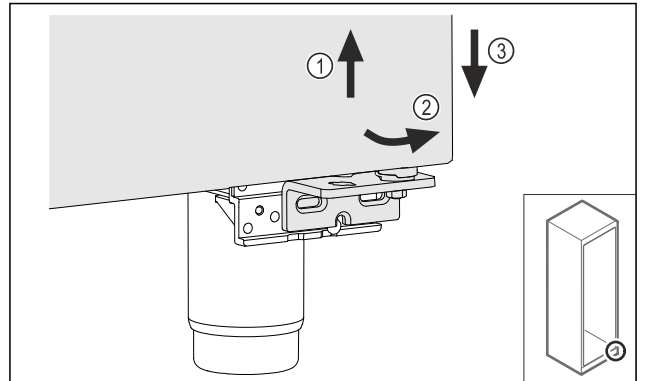

Fig. 20
- ▶ Ngrini derën paksa lart Fig. 20 (1), tërhiqeni nga përpara në pjesën poshtë Fig. 20 (2) dhe uleni poshtë Fig. 20 (3).